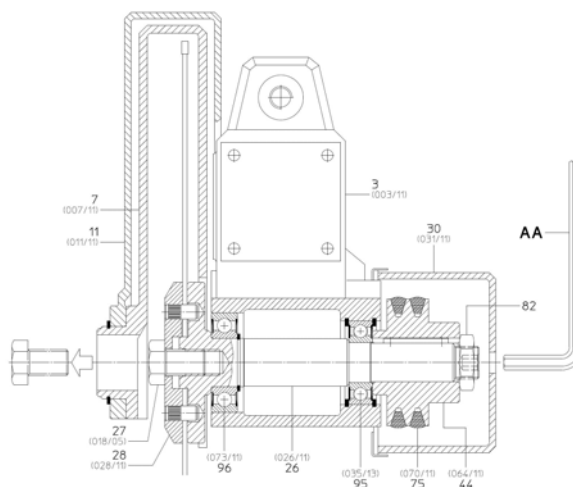

Abb. 9: Montage des Sägeblatts
Schritt 3: Zur Montage des Sägeblattes die Schraube Nr. 27 (Abb. 9) abschrauben, indem man den Motor-Sägeblatt-Block hochhält und den beweglichen Schutz 11 nach hinten schiebt. Die Schraube 27 im Uhrzeigersinn abschrauben, den Flansch 28 herausziehen und das Sägeblatt aufsetzen. Dabei auf die richtige Position der Verzahnung achten! Drehrichtung siehe Pfeil auf dem Sägeblatt-Schutz.